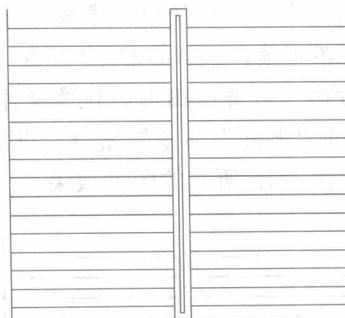
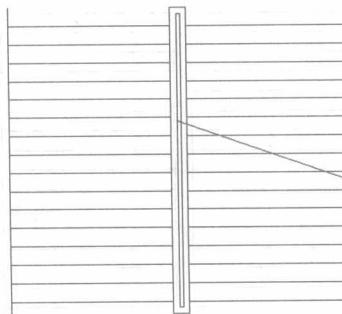
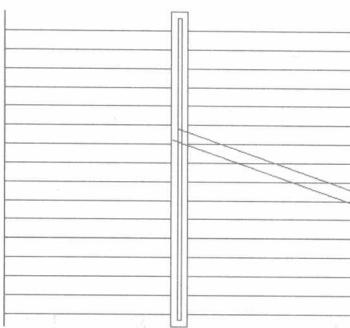

图 1-17 连接直线后的效果
图 1-19 绘制斜线
图 1-20 偏移斜线
(2) 单击“绘图”工具栏中的“直线”命令按钮 ，根据命令行的提示，捕捉左边楼梯的右边扶手线顶端为直线的第一点，再捕捉右边扶手左边扶手线顶端为直线第二点绘制直线。采用相同的方法连接下端的直线，最终得到如图 1-17 所示的图形效果。
(4) 单击“绘图”工具栏中的“直线”命令按钮 ，根据命令行的提示，在图 1-17 中楼梯右边绘制一条斜线，最终结果如图 1-19 所示。
(5) 单击“修改”工具栏中的“偏移”命令按钮 ，根据命令行的提示，在命令行中输入偏移距离值 200，选择图 1-19 中绘制的斜线为偏移对象，最终得到如图 1-20 所示的图形效果。
(8) 单击“绘图”工具栏中的“多段线”命令按钮 P ，在命令行中输入字母 From，在图 1-20 中左部楼梯的左边扶手线顶端端点处单击确定基点，再在命令行中输入偏移点坐标 (@1300,400) 确定多段线第一点，然后依次在命令行中输入下列坐标和字母：(@0,-6000)、(@2900,0)、(@0,2000)、W（设置线宽）、100（起点宽度）、0（端点宽度）、(@0,800)，最后按下 Enter 键结束操作，采用相同的方法绘制向上的箭头，结果如图 1-23 所示。